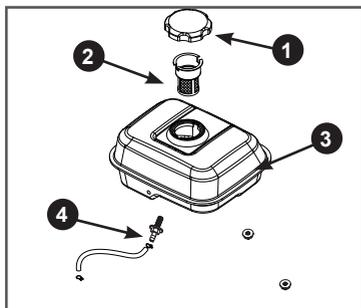

Рис. 35. Топливный бак и топливные фильтры
В топливном баке установлены два сетчатых топливных фильтра. Один фильтр устанавливается в заливной горловине топливного бака. Второй фильтр конструктивно объединен со штуцером топливного бака и установлен внутри бака (Рис. 35).
Каждые 300 часов работы или один раз в год в зависимости от того, что наступит раньше, необходимо производить очистку топливного бака от грязи и конденсата. Перед этим рекомендуется полностью выработать топливо. Одновременно с очисткой топливного бака необходимо проверять и очищать фильтр 4, установленный внутри бака (Рис. 35). Поврежденный или сильно загрязненный фильтр необходимо заменить.
3. Выкрутите из топливного бака выходной штуцер 4 и произведите его очистку (Рис. 35). Внимательно осмотрите сетчатый фильтр. При обнаружении механических повреждений за-